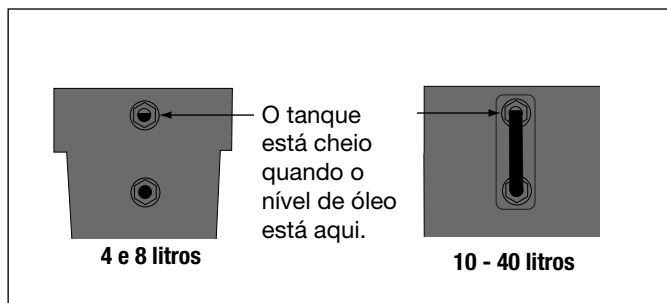

Figura 4
6. Encha o reservatório com óleo hidráulico Enerpac novo. O reservatório está cheio quando o nível do óleo atinge a metade do visor. (ver figura 4).